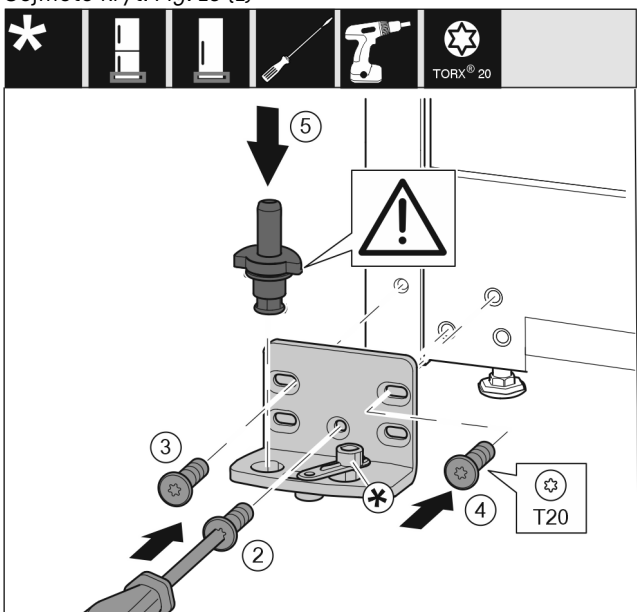

Fig. 14
- Nasad'te stojan ložiska na druhé straně a přišroubujte pomocí šroubováku T20. Začnete šroubem 2 dole uprostřed. Fig. 14 (2)
- Pevně utáhněte šroub 3 a 4. Fig. 14 (3,4)
- Zcela vložte ložiskový čep. Přitom dávejte pozor, aby zajišťovací vačka směřovala dozadu. Fig. 14 (5)